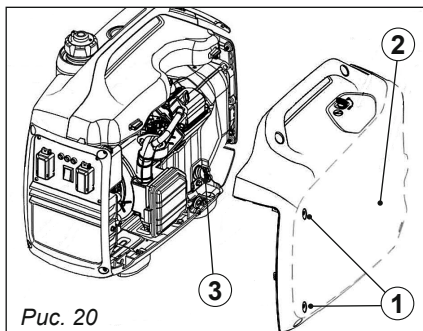

Рис. 20
2. Отвинтите винты ①, а затем снимите крышку ②, рис. 20.